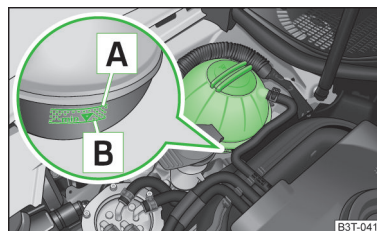

Fig. 128
Para rellenar recomendamos utilizar solamente aquel líquido refrigerante cuya designación se encuentra en el depósito de expansión del refrigerante » fig. 128 de la página 165.
- No rellenar el depósito de líquido refrigerante por encima de la marca **A** » fig. 128 de la página 165.
- Comprobar el nivel de líquido refrigerante en el depósito de expansión del mismo » fig. 128. Con el motor frío, el nivel de líquido refrigerante debe encontrarse entre las marcas **B** (mín.) y **A** (máx.). Con el motor caliente, el nivel puede sobrepasar también ligeramente la marca **A** (máx.).
- Colocar un trapo sobre el tapa de cierre del depósito de expansión de líquido refrigerante » **fig. 128** de la página 165 y desenroscar el tapón **con cuidado**.
¡No rellenar el depósito de líquido refrigerante por encima de la marca **A** (máx.) » **fig. 128** de la página 165! El líquido refrigerante excedente es expulsado del sistema de refrigeración a través de la válvula de sobrepresión situada en el tapón de cierre del depósito de compensación del refrigerante al calentarse.